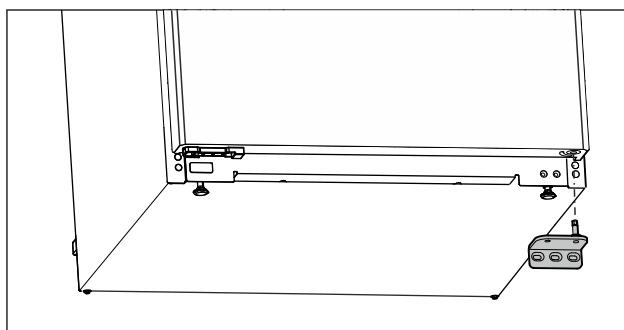

Fig. 15
- Odoberete ložiskovú konzolu smerom nadol. (pozri Fig. 15)